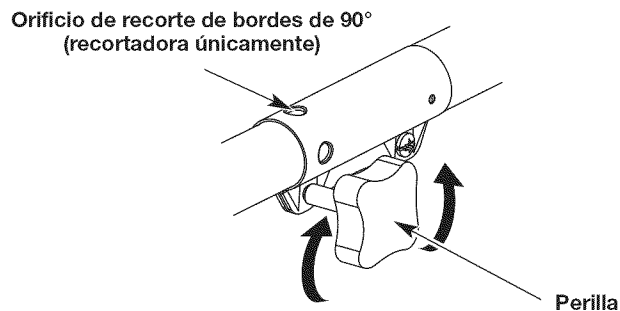
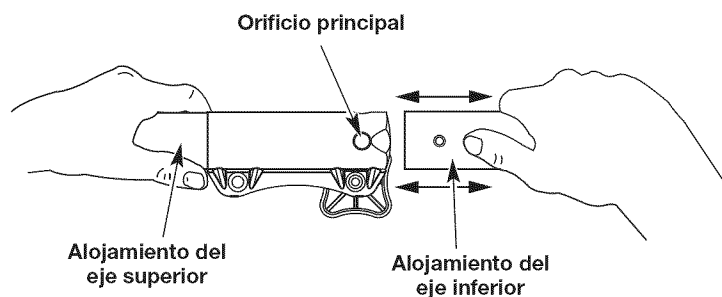

Fig. 1
Fig. 3
1. Gire la perilla en el sentido contrario a las agujas del reloj para aflojarla (Fig. 1).
2. Mientras sujeta con firmeza el accesorio, empújelo en línea recta dentro del acoplador hasta que el botón de liberación entre a presión y quede firme dentro del orificio principal (Fig. 3).
3. Gire la perilla en el sentido de las agujas del reloj para ajustar (Fig. 1).
|  | <p>PRECAUCIÓN: Antes de utilizar esta unidad, asegúrese de que el botón de liberación entre a presión completamente dentro del orificio principal (Fig. 3) y que la perilla (Fig. 1) quede bien ajustada.</p> |
Para un reborde decorativo con un accesorio de recorte, trabe el botón de liberación en el orificio de recorte de bordes de 90° (Fig. 1).
3. Mientras sujeta firmemente el alojamiento del eje superior, tire del accesorio de manera recta para sacarlo del acoplador (Fig. 3).